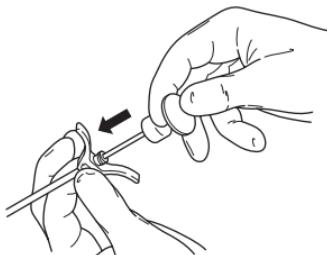

Figura 3 - Injecte o cimento ósseo utilizando o obturador de cimento
5. Sob orientação fluoroscópica, injecte o cimento ósseo utilizando o obturador de cimento (figura 3).